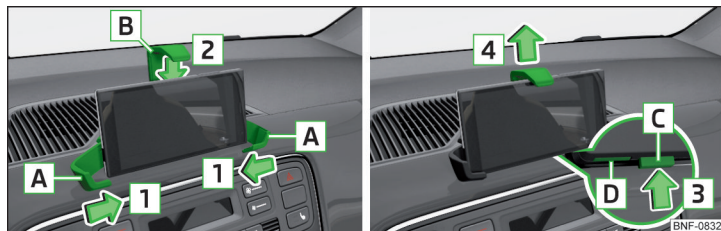

Abb. 79 Telefon einsetzen / Telefon abnehmen
- Das Telefon zwischen die Arme **A** einsetzen, diese in Richtung der Pfeile **1** verschieben und dadurch das Telefon befestigen » Abb. 79.
- Die Taste **C** in Pfeilrichtung **3** drücken, der Arm **B** bewegt sich in die Ausgangsstellung in Pfeilrichtung **4** » Abb. 79.